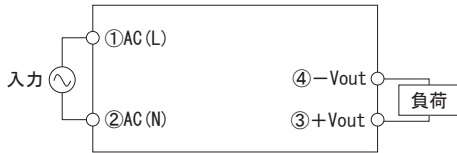

図1.1 標準接続方法
■TEPSシリーズを使用するためには、図1.1の接続が必要です。